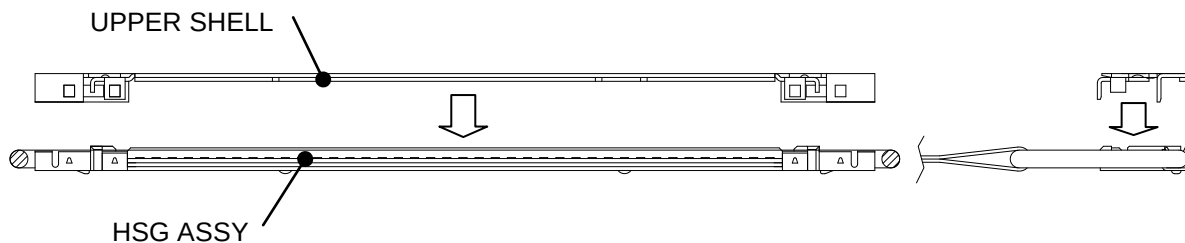

Fig.4 Assembly of UPPER SHELL
① Fig.4 の様にUPPER SHELL をHOUSING ASSY の上側から組み付ける。
① UPPER SHELL is assembled from the upper side of HOUSING ASSY.